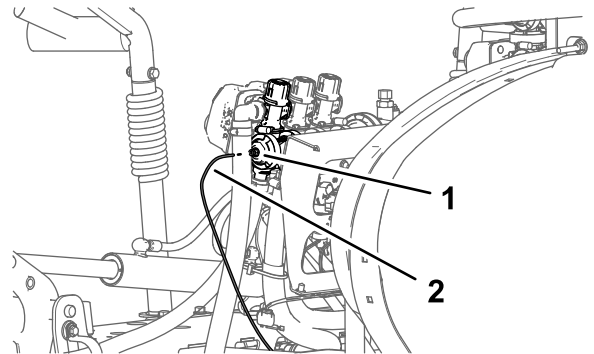

図 29
1. 右側ブーム用バルブのエンドキャップのカップラにあるカラーを押し込む 図 29。
2. ダッシュボード用の水圧検知チューブを抜き出す 図 29。